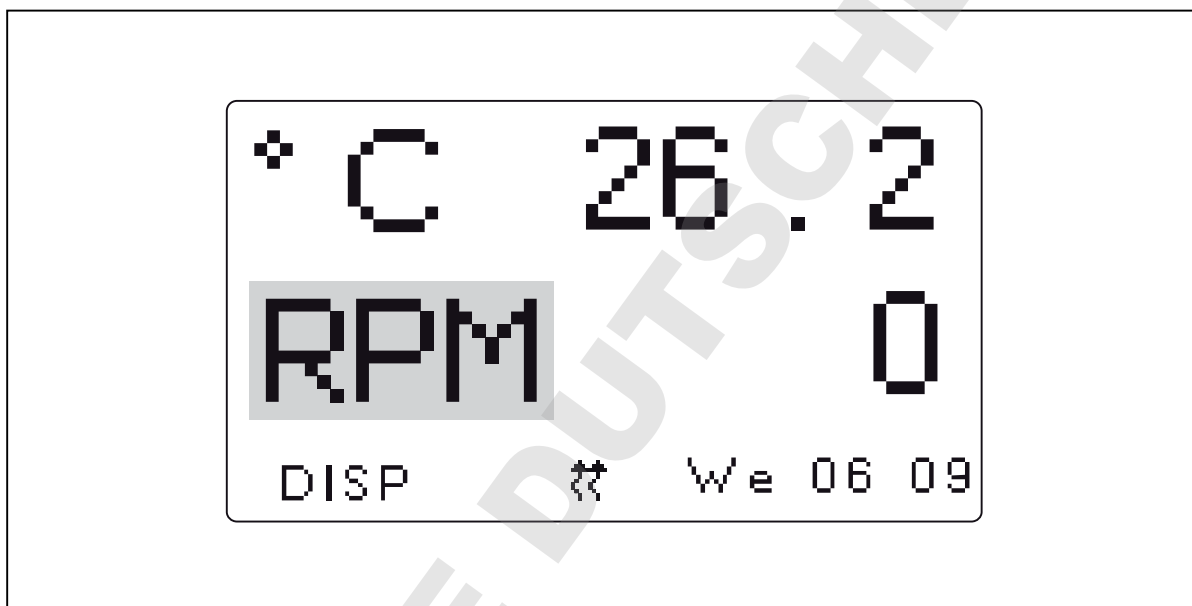

Fig. 5-2: Changement du paramètre d'affichage
1. Tourner le bouton de commande pour sélectionner le paramètre que vous voulez remplacer. Dans cet exemple, nous allons remplacer **RPM** (voir Fig. 5-2 à la page 44).